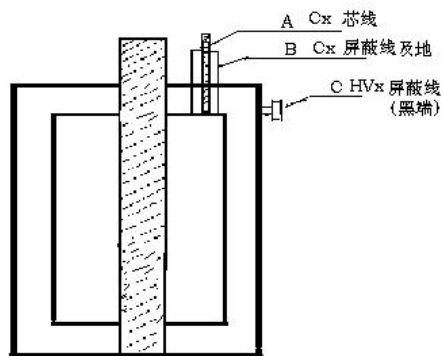

图15 介损油杯接法
B. 引线见图 15
D. (C) 接 HVx 屏蔽线 (黑端)
E. (A) 接 Cx 芯线
F. (B) 接 Cx 屏蔽线及地